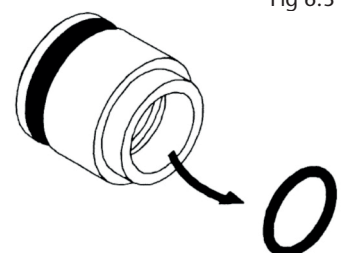

Fig 6.3
- Retire la empaquetadura del adaptador del eje (fig. 6.3).